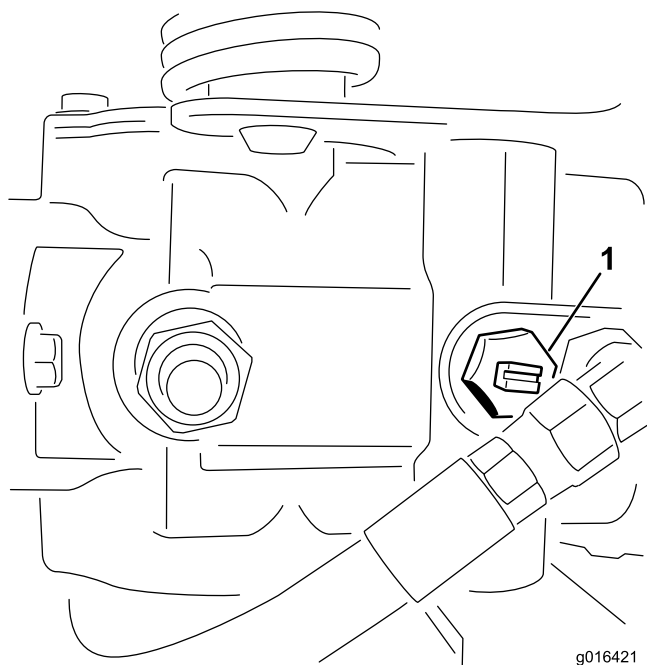

Figure 32
1. Trouvez la vanne de dérivation sur la pompe jusqu'à ce que la fente soit verticale (Figure 32).
2. Avant de mettre le moteur en marche, fermez la vanne de dérivation (fente horizontale) (Figure 32).